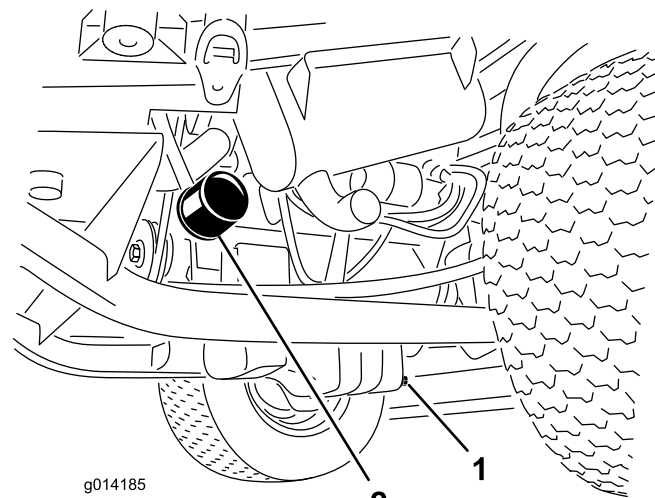

Figura 45
3. Retire o filtro do óleo (Figura 45).
1. Retire o tampão de escoamento (Figura 45) e deixe o óleo escorrer para um recipiente adequado.